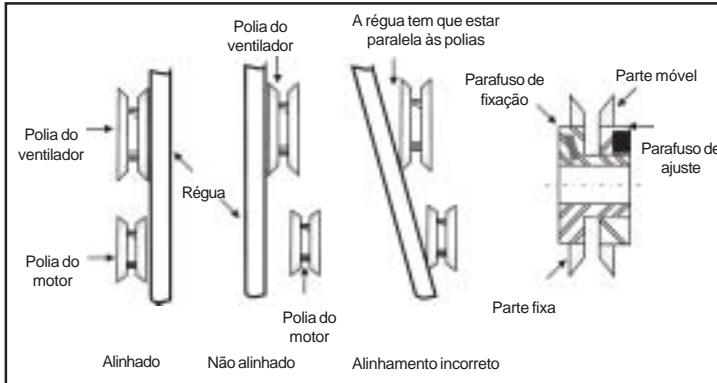

Fig. 5 - Ajuste das Polias
1. Encoste uma régua em ambas as polias. A régua deve manter contato com as extremidades das duas polias ao mesmo tempo (fig.5).